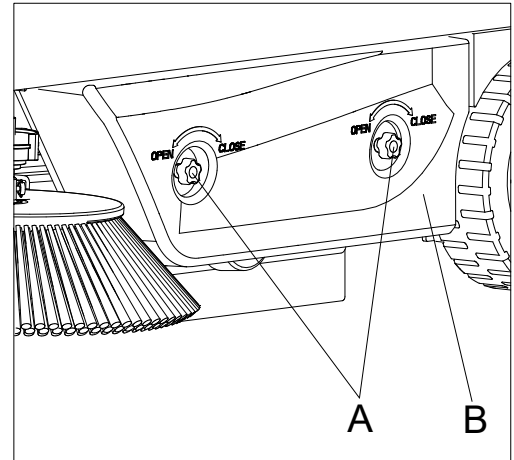

Figure 22
3. Dévissez les boutons (A, figure 22) et retirez le couvercle gauche (B, figure 22).
13. Installez le couvercle gauche (B, figure 22) en serrant les boutons (A, figure 22).
4. Dévissez les boutons (A, figure 22) et retirez le couvercle gauche (B, figure 22).